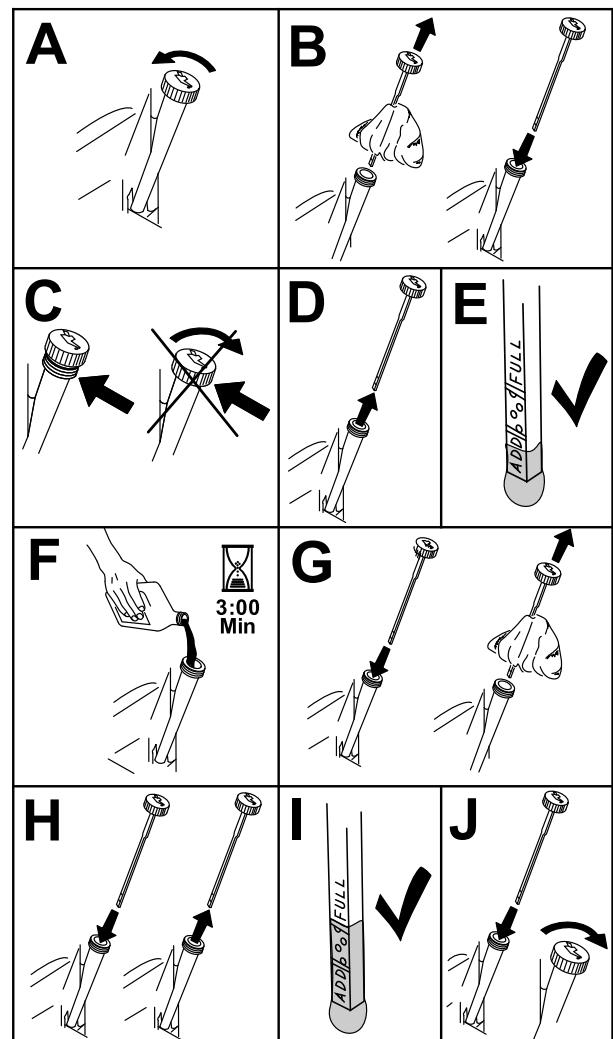

Figura 55
3. Para que no entre suciedad, recortes de hierba, etc., en el motor, limpie la zona alrededor del tapón de llenado/varilla de aceite antes de retirarlo (Figura 55).